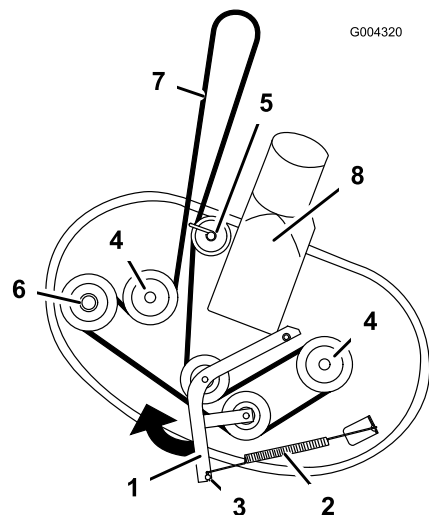

Figure 59
5. Desserrez la fixation du guide-courroie sur la poulie arrière (Figure 59).
6. Tirez le bras de la poulie de tension dans la direction indiquée (Figure 59) et retirez la courroie des poulies.
7. Acheminez la courroie neuve autour des poulies du moteur et du plateau de coupe (Figure 59). Passez la courroie neuve sous le guide-courroie et autour de la poulie arrière.
8. Tirez la poulie de tension dans la direction indiquée à la Figure 59 et acheminez la courroie autour de la poulie de tension et des poulies d'axe (Figure 59).
9. Serrez la fixation du guide-courroie sur la poulie arrière (Figure 59).